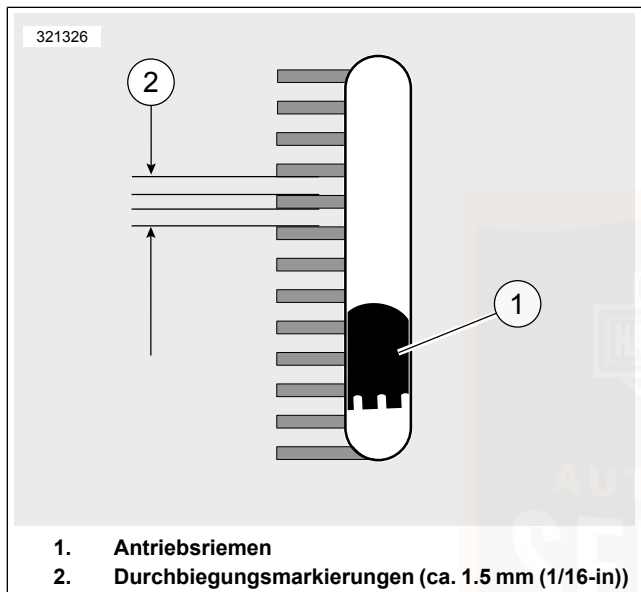

Abbildung 100. Sichtfenster der Riemendurchbiegung
- b. **Alle anderen Modelle:** Siehe Abbildung 100. Bei stillgehaltenem Messgerät Riemendurchbiegung (4) messen.